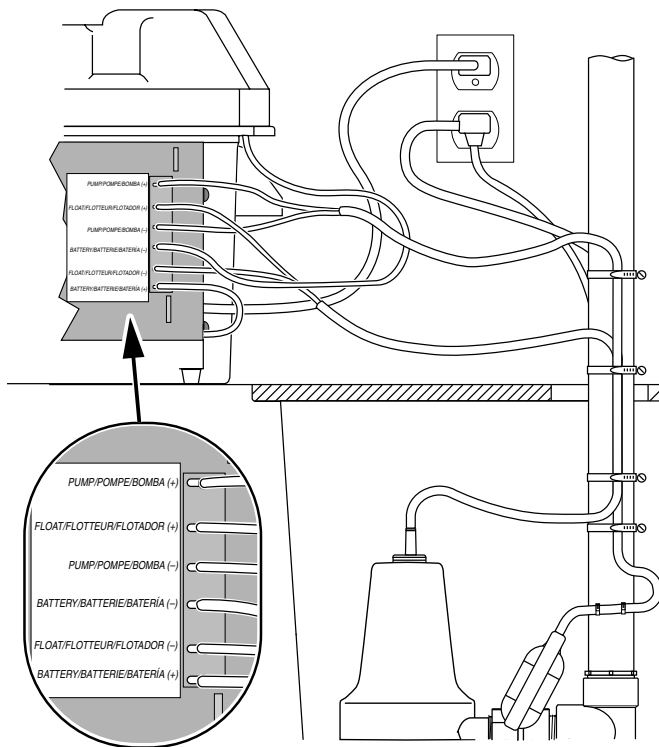

Figure 11 – Branchements électriques du MBSP-PLUS-18T
1. Brancher le chargeur comme il est illustré dans le Tableau IV et à la Figure 11.